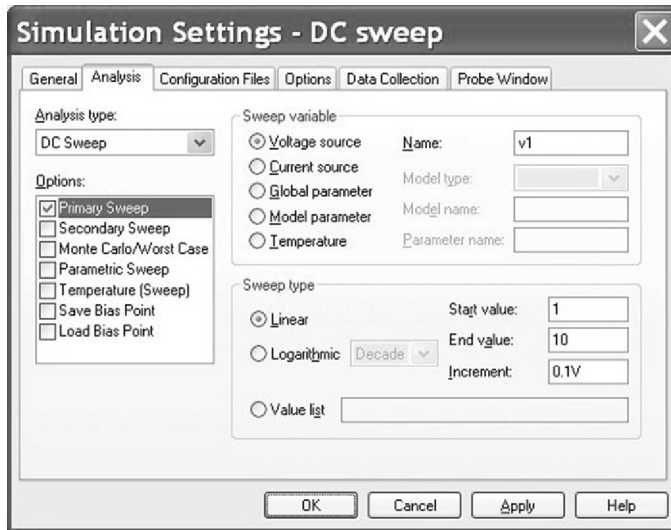

图 16.16 直流扫描仿真设置
2. 创建 **PSpice > New Simulation Profile** 仿真设置文件，Analysis type 分析类型为直流扫描分析，起始电压为 1V，结束电压为 10V，步进为 0.1V（见图 16.16），以满足 4.7V 稳压二极管的击穿电压。当电路进行直流扫描分析时，电压源 V1 的电压值为 0V，并不影响电路的正常仿真分析。